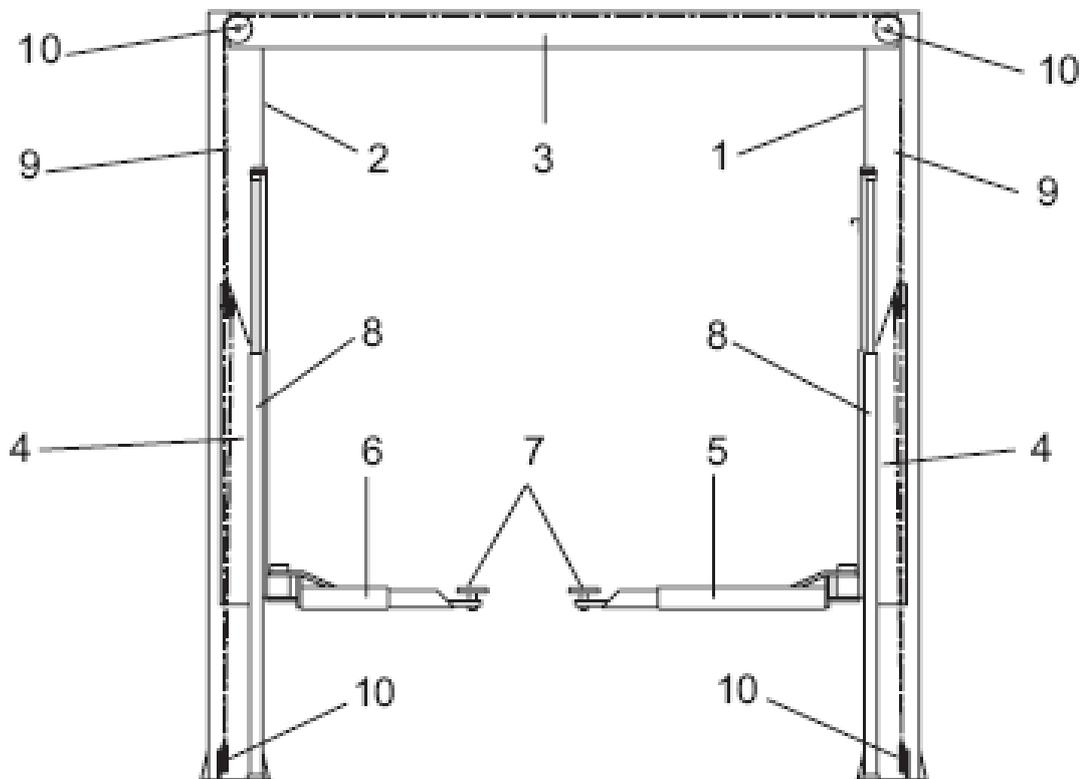

Рисунок 4.
НЕПОДВИЖНАЯ СТРУКТУРА (Рисунок 4)
ПОДВИЖНЫЕ ДЕТАЛИ (Рисунок 4)
ПОДНИМАЮЩИЕ ДЕТАЛИ (Рисунок 4)
- Синхронизирующее устройство, предназначенное для контроля движения кареток. Система состоит из 2-х тросов (4, Рисунок 4) и 4-х шкивов (10, Рисунок 4).